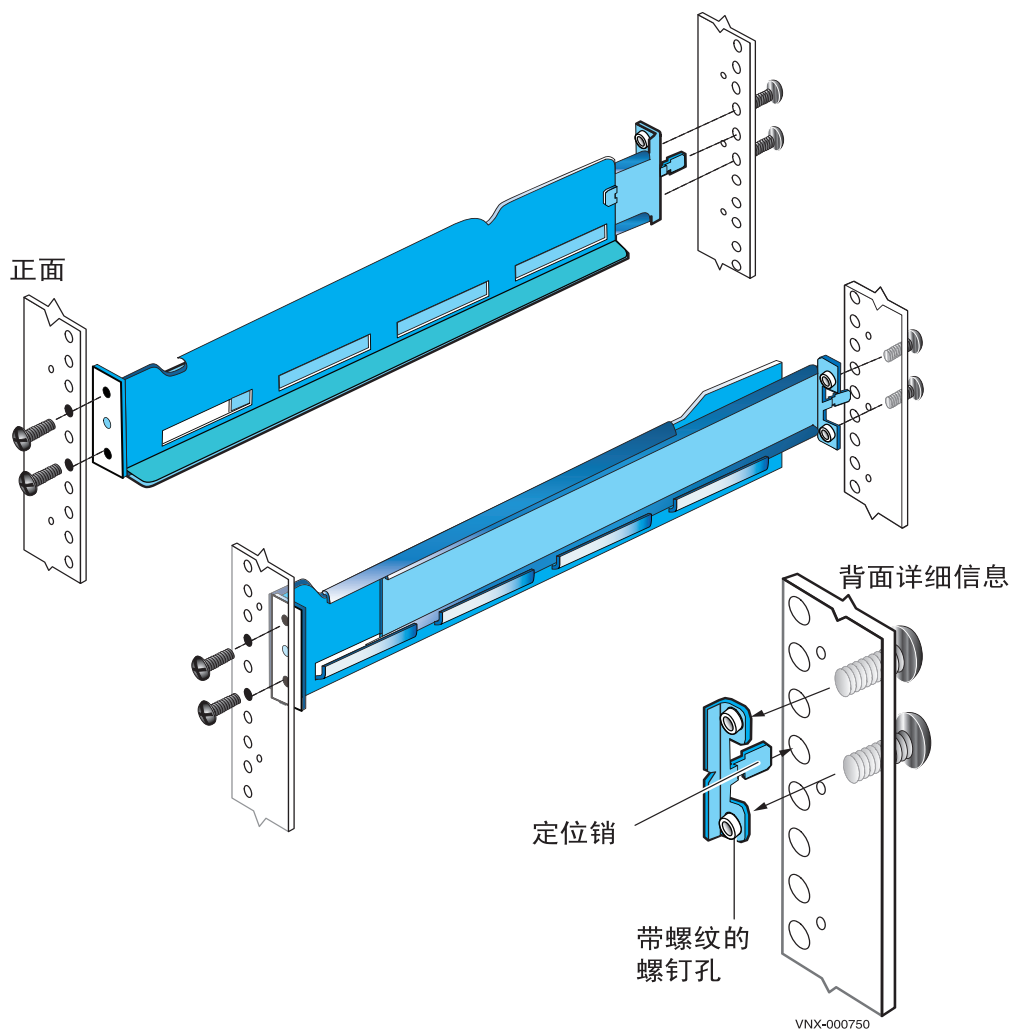

图 1 安装 SPS 滑轨
3. 在每个滑轨的前端和后端各插入 2 个固定螺钉，如图 1 所示。